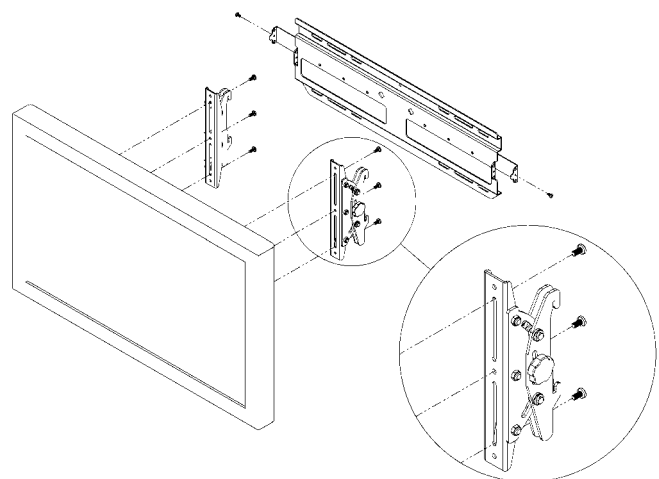

Figure 2. Installer les supports sur l'écran
1. Placez les supports d'interface (20 et 30) sur la partie arrière de l'écran en prenant soin d'aligner les trous avec les insertions d'installation. Voir les Figure 2.
2. Fixez les supports d'interface droit et gauche (20 et 30) sur l'écran à l'aide des vis (40).